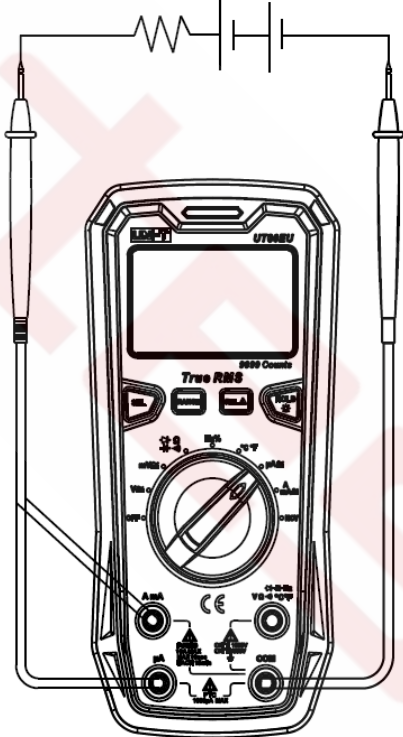

Рисунок 3
**9.8. Измерение переменного и постоянного тока (см. рисунок 3)**